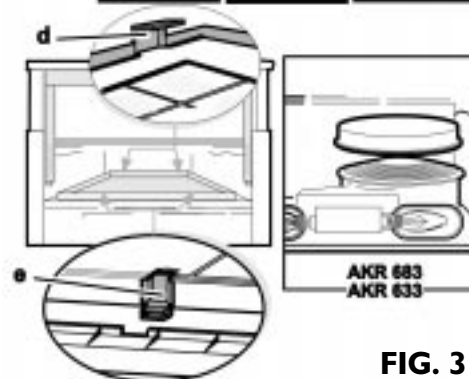

FIG. 3
4. Si le filtre au charbon est déjà monté et doit être remplacé, appuyez sur les touches de déblocage (e - fig. 3) ou tournez le filtre dans le sens contraire des aiguilles d'une montre (AKR 683-633) et enlevez le filtre en le tirant vers le bas.
- d. introduisez le filtre à charbon dans les crochets supérieurs (fig. 3).
- e. fixez-le définitivement au moyen des crochets inférieurs (fig. 3).
Uniquement AKR 683-633 : Appliquez le filtre par-dessus la grille de protection du moteur puis tournez dans le sens des aiguilles d'une montre pour le bloquer (fig. 3).